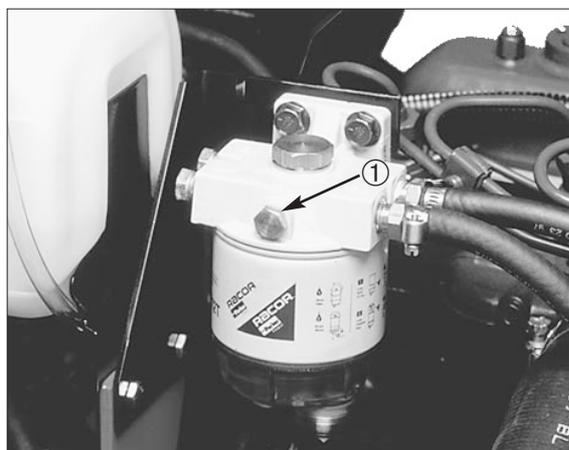

Figure 12
2. Desserrer la vis de purge d'air située en haut du filtre à carburant/séparateur d'eau (Fig. 12).